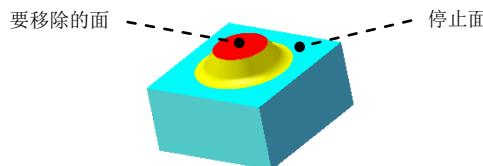

图 16.6.28 成形工具 6
Step5. 创建图 16.6.28 所示的零件特征——成形工具 6。
(1) 选择命令。选择下拉菜单 **插入(I)** → **钣金(O)** → **成形工具** 命令。
(2) 定义成形工具属性。
① 定义停止面。激活“成形工具”对话框的 **停止面** 区域，选取图 16.6.28 所示的模型表面为成形工具的停止面。
② 定义移除面。激活“成形工具”对话框的 **要移除的面** 区域，选取图 16.6.28 所示的模型表面为成形工具的移除面。
(3) 单击 按钮，完成成形工具 6 的创建。